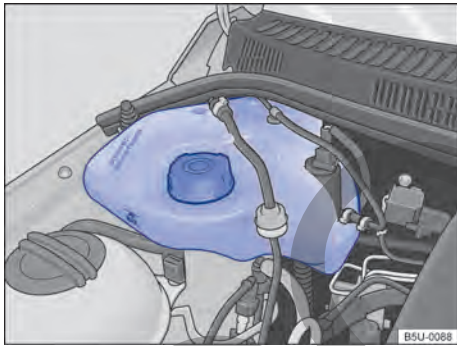

Fig. 172 En el compartimento del motor: depósito de gasolina para el sistema de arranque en frío.
El depósito de gasolina del sistema de arranque en frío se encuentra en el compartimento del motor, del lado derecho → fig. 172.
- Nunca sobrepasar la marca “MÁX” indicada en el depósito → fig. 172.